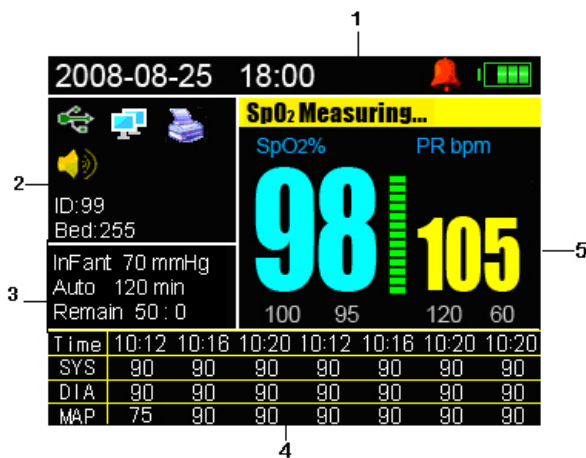

Fig.11 (2)
Descrizione del Fig.11 (1) e (2):